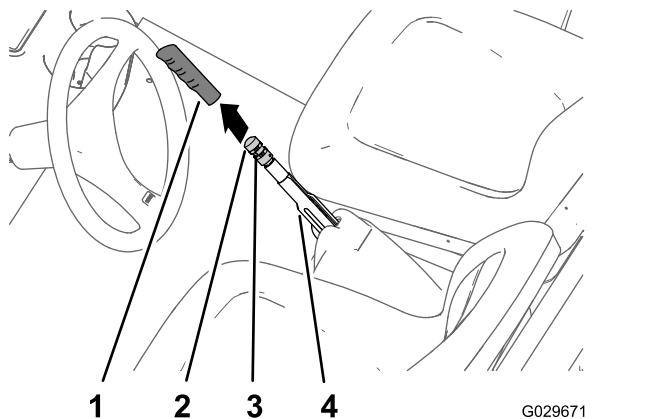

图 62
1. 卸下手刹操纵杆上的把手 图 62。
2. 松开将刹车调整旋钮固定到手刹操纵杆上的固定螺丝 图 62。
3. 旋转刹车调整旋钮直至达到接合手刹操纵杆的 133156N 的力 图 62。
4. 拧紧固定螺丝并安装把手 图 62。
2. 松开将刹车调整旋钮固定到手刹操纵杆上的固定螺丝 图 62 松开手刹然后松开刹车调整旋钮。
5. 旋转刹车调整旋钮 图 62 直至达到接合手刹操纵杆需要的 133156N 的力。
- C. 旋转刹车调整旋钮 图 62 直至达到接合手刹操纵杆需要的 133156N 的力。
- 拧紧固定螺丝并安装把手 图 62。